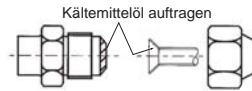

Fig. 7-3
- (3) Tragen Sie Kältemittelöl auf den geweiteten Sitz auf. (Fig. 7-3)